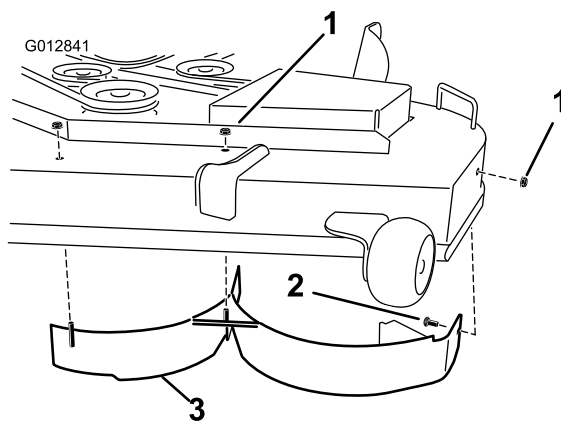

Bild 32
6. Entfernen Sie die zwei Sicherungsmuttern (5/16"), mit denen die geschweißten Streben des linken Ablenklechs oben am Mähwerk in der Mitte und links von der Mittelstellung befestigt sind (Bild 32). Entfernen Sie die Schlosssschraube und die Sicherungsmutter an der Seitenwand des Mähwerks, die das linke Ablenklech am Mähwerk befestigen.
7. Entfernen Sie das linke Ablenklech vom Mähwerk, wie in Bild 32 dargestellt.